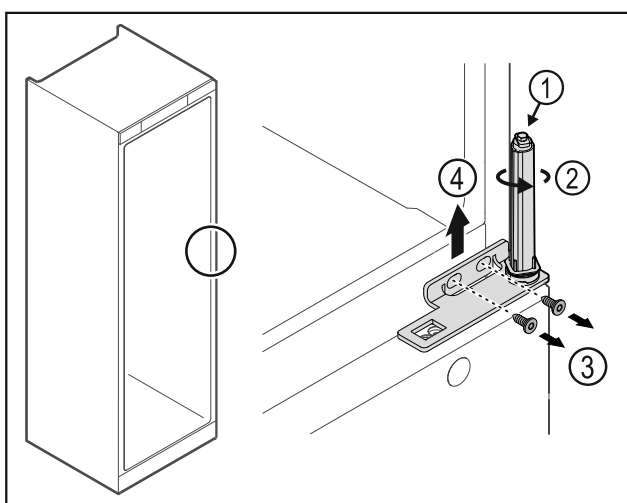

Fig. 32
- ▶ Ne rastavljajte sustav zatvaranja vrata Fig. 32 (1).
- ▶ Okrećite sustav zatvaranja Fig. 32 (2) dok ne klikne.
- ▶ Otpustite vijke Fig. 32 (3), skinite kutne šarke Fig. 32 (4) prema gore.